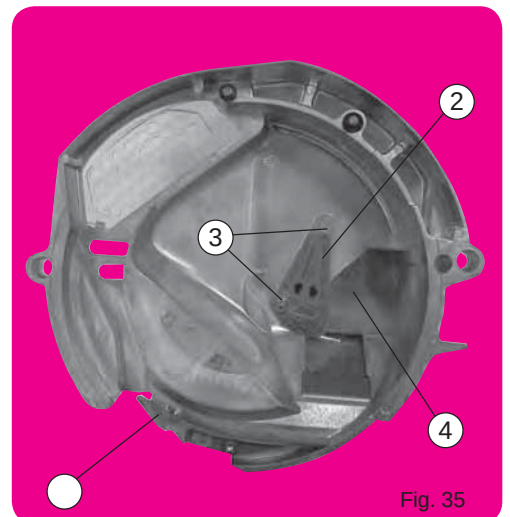

Fig. 35
2. POSITION BASSE (fig. 35) POUR PETITES GRAINES, c'est-à-dire tournesol, betterave, sorgho...
2. LOW POSITION (fig. 35) FOR SMALL SEEDS, i.e. sunflower, beets, sorghum...
2. НИЗКОЕ ПОЛОЖЕНИЕ (рис. 35) для маленьких семян, таких как подсолнечник, свекла, сорго и т.п.